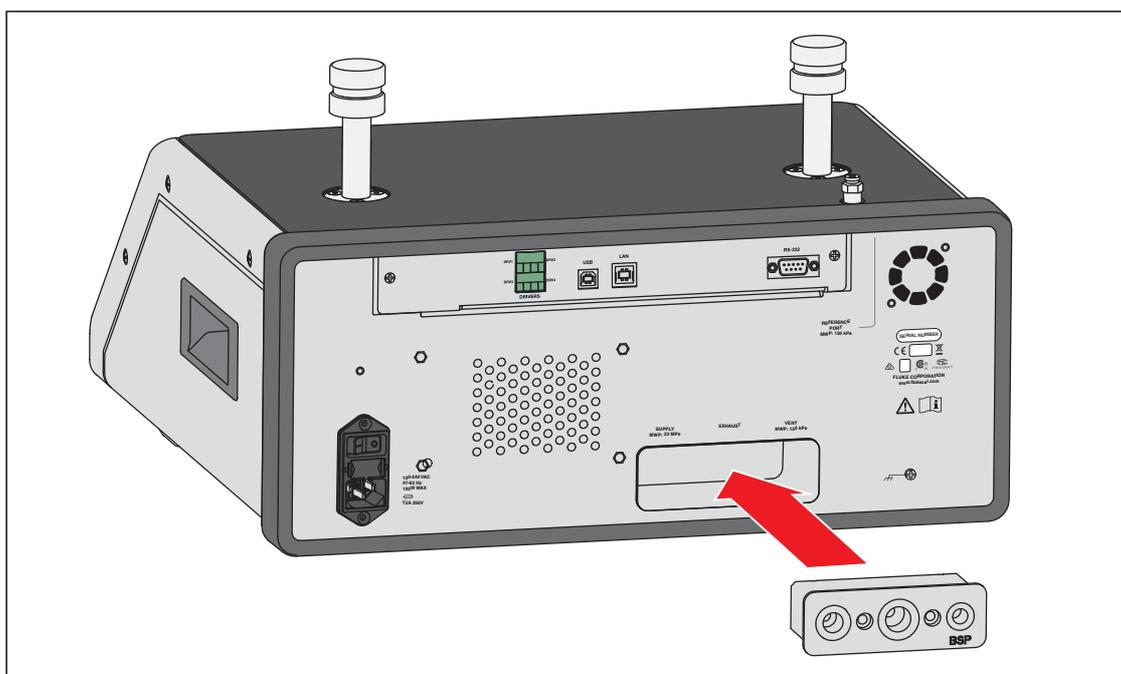

図 29. マニフォールドの取り付け
3. マニフォールドを交換し、4 本のボルトを $6.2 \text{ N}\cdot\text{m}$ のトルクで固定します。図 29 を参照してください。